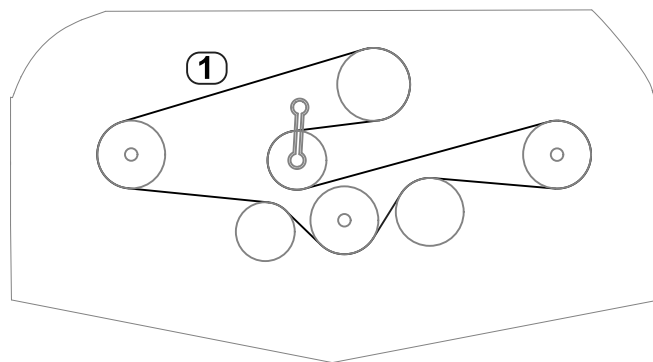

Figura 28
5. Utilizzando una chiave dinamometrica o uno strumento simile per fissare la puleggia tendicinghia, disponete la nuova cinghia attorno alle pulegge del perno e al gruppo della puleggia tendicinghia, come illustrato nella Figura 28.